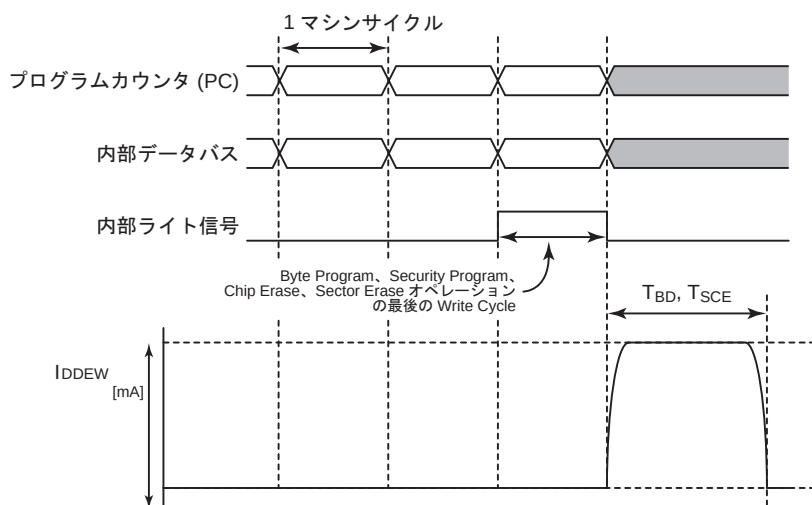

図 25-5 フラッシュメモリの消去、書き込み時の電流
- 注 8) フラッシュメモリに対して、書き込み、消去、あるいはセキュリティプログラムを行うと、瞬間的に図 25-5 のようなピーク電流が流れます。